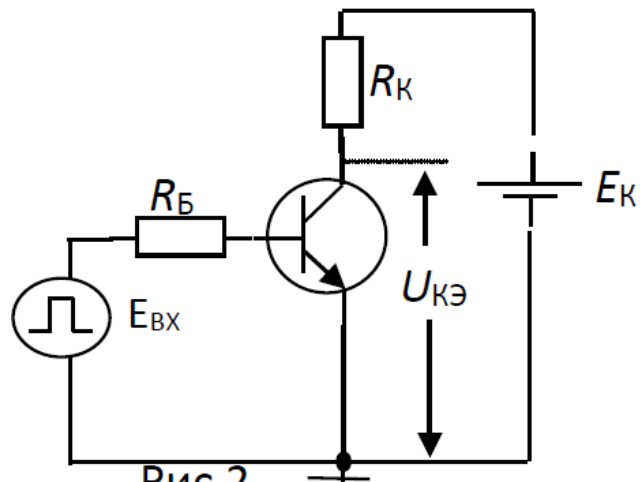

Рис.2
2. В схеме рис.2  $E_{к}=10$  В;  $R_{к}=10$  Ом;  $R_{б}=200$  Ом;  $\beta=50$ ,  $E_{вх}=2$  В.